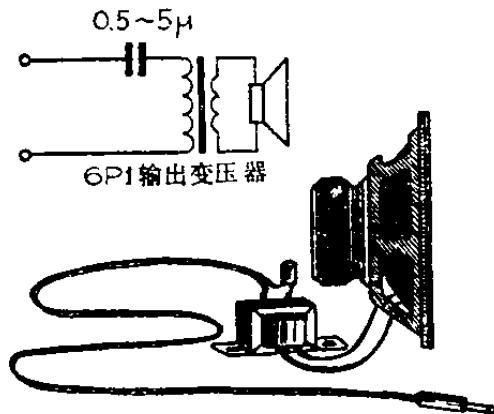

图 1-7 动圈喇叭代替话筒接线图
②话筒输出选用高阻还是低阻，应根据扩音机的话筒级输入阻抗来决定，只有使话筒的输出阻抗与扩音机的输入阻抗相匹配，才能得到优良的音质。使用高阻抗话筒时，话筒引线不能太长，否则会引入杂声和产生啸叫声，同时还会使高频衰减增大，引起频率失真，一般以十米以内为宜。低阻抗输出的话筒线可以延长到五十米。
③话筒带着蛇皮软管使用时，软管只能作上下缓慢扳动，而不能向左右拧，否则蛇皮管带动罗丝跟着旋转，很容易使管内的接线折断损坏。
④播音室内用的话筒线应尽量短，以减少引线损耗，同时还显得整齐美观；会议用的话筒线，在使用时应将拖在地面上的引线固定好，避免行人碰及话筒线而把话筒摔坏。
⑤如话筒损坏，一时无法修复时，可用喇叭暂时代替话筒。最好采用动圈喇叭，并配上输出变压器将阻抗变高，然后用话筒屏蔽线作为引线即可。用动圈喇叭代替话筒，受音范围大，灵敏度高，缺点是高频损耗大，听起来声音较闷。为了改善高频特性，可在变压器输出端串接一只电容器如图1-7所示，它对低音频衰减大（相对地提升了高音频），其容量可在 $0.5\sim 5$ 微法范围内选用。